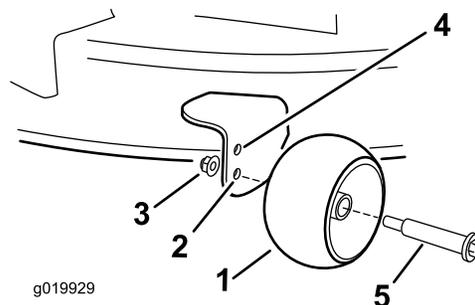

Рисунок 29
- Верхнее отверстие – используйте это положение, когда высота скашивания деки газонокосилки установлена в положение 63 мм и ниже (Рисунок 29).
- Нижнее отверстие – используйте это положение, когда высота скашивания деки газонокосилки установлена в положение 76 мм и выше (Рисунок 29).